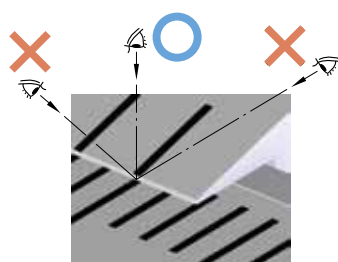

Fig. 4
1. Lea las graduaciones directamente desde el frente del cursor para evitar el error de paralaje. (**Fig. 4**)